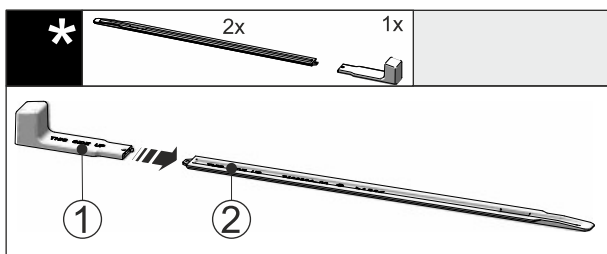

Fig. 44
- ▶ Montagegriff Fig. 44 (1) an die Nivellierschiene Fig. 44 (2) stecken.